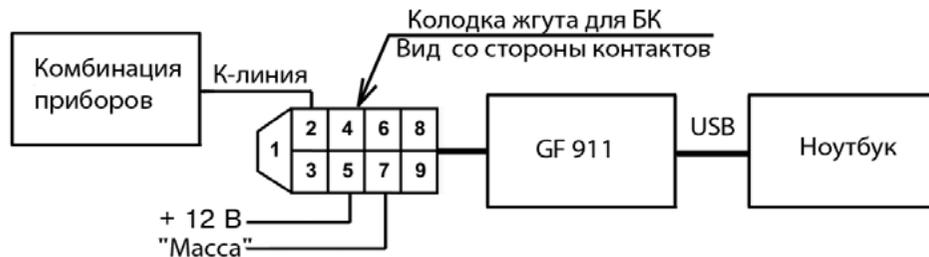

Рис.6. Схема подключений для обновления ПО комбинации приборов GF 614.
- подключить контакты "+", "масса" и "К-линия" 9-ти контактного разъема программатора к разъему диагностики автомобиля согласно приведенной на Рис. 6 схеме. Снять клемму "+" аккумулятора автомобиля. Переход в режим обновления ПО осуществляется присоединением клеммы "+" аккумулятора при нажатой кнопке энкодера Enter.